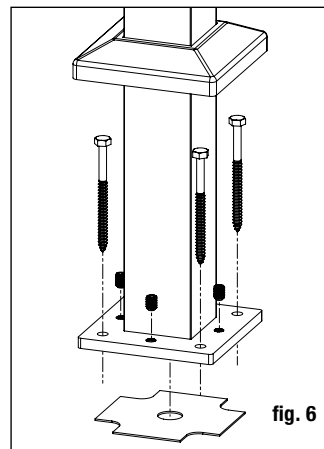

fig. 6
Paso 5 Vuelva a colocar el conjunto del poste con la placa niveladora insertada entre la plataforma y la base del poste, y alineada con los orificios pretaladrados. Inserte los sujetadores de los postes (**NO INCLUIDOS**) y apriételos parcialmente. Con un nivel, ajuste los tornillos de ajuste de nivelación con una llave Allen de 3/16 pulg. hasta que el poste esté a plomo. Apriete completamente los sujetadores de los postes para asegurar la base a la estructura de la plataforma. *Nota: Se recomiendan tirafondos de 5/16 pulg. x 4 pulg. o más largos.* (fig. 6)